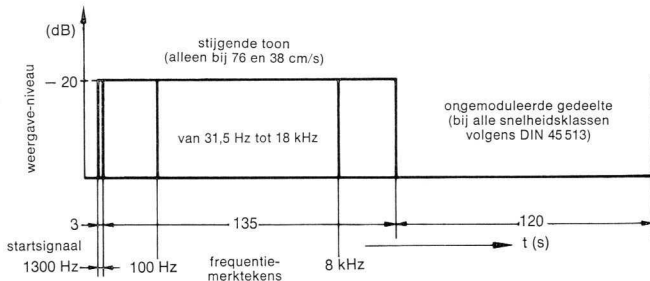
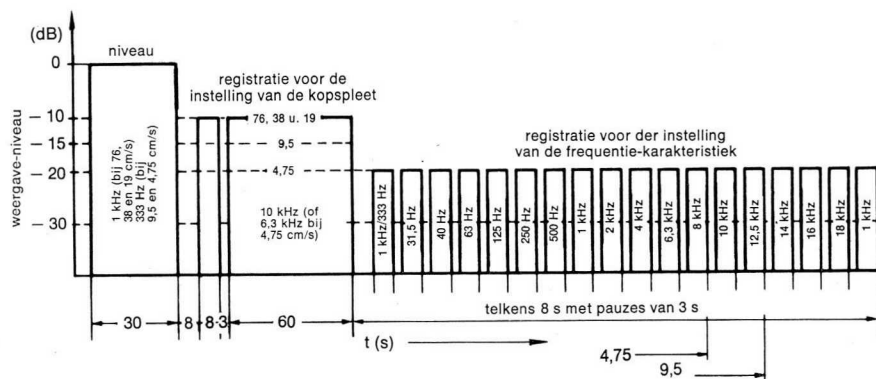

Fig. 29: Stijgende-toon- en ongemoduleerde-gedeelte van een testband volgens DIN 45513.
Fig. 31: Testband volgens DIN 45513 (stijgende-toon- en ongemoduleerde-gedeelte  $\rightarrow$  fig. 29).
Het derde gedeelte van een  $\rightarrow$ testband, het gedeelte voor de instelling van de  $\rightarrow$ frequentie-karakteristiek van de weergaveversterker, bestaat uit afzonderlijke frequenties. De testbanden 76 en 38 hebben een vierde gedeelte, met dezelfde functie als het derde gedeelte, maar waarvan de frequentie continu van 30 tot 18 000  $\rightarrow$ Hz stijgt, fig. 29, blz. 66. De weergave van deze stijgende toon wordt aan de uitgang van de weergaveversterker gemeten en op een papierstrook met een frequentieschaal geregistreerd. Uit het resultaat is af te lezen of de frequentie-karakteristiek horizontaal verloopt. De frequentie-merktekens dienen als oriëntering van de registratie op de papierstrook ten opzichte van de frequentieschaal.
**Testband** Magneetband met een registratie volgens → DIN 45 513. Een testband bestaat uit vier delen (fig. 31 en fig. 29):